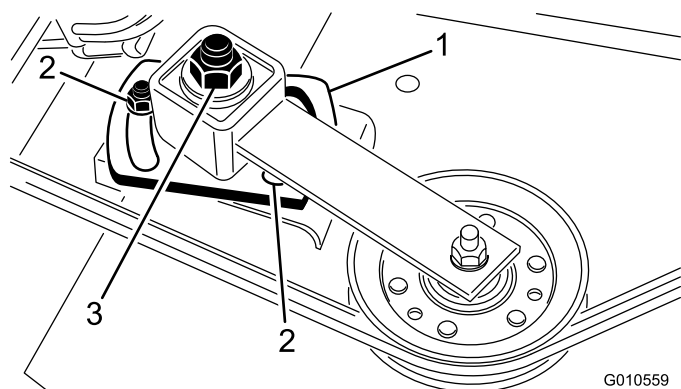

Figura 30
5. Utilice una llave dinamométrica con llave de vaso para apretar la tuerca de ajuste de la polea tensora a 47–54 N·m (Figura 30).